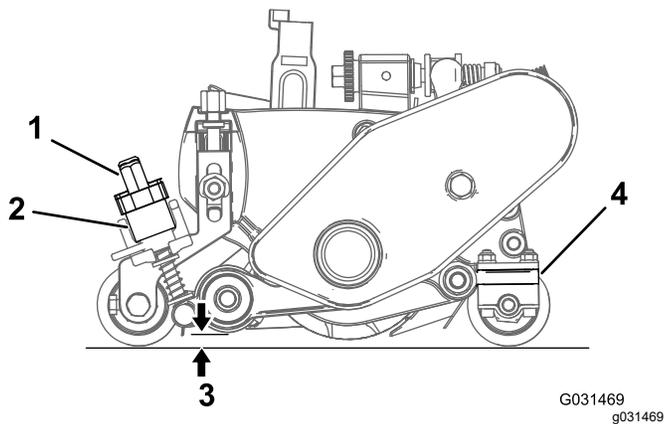

Figura 28
2. Gire las palancas de elevación rápida (Figura 28) a la posición de FUNCIONAMIENTO (palanca orientada hacia la parte delantera de la unidad de corte).
- En el extremo del molinete groomer, mida la distancia entre la punta más baja de la cuchilla del groomer hasta la superficie de trabajo (Figura 28). Gire el pomo del regulador de altura (Figura 28) para elevar o bajar la punta de la cuchilla del groomer a la altura deseada.